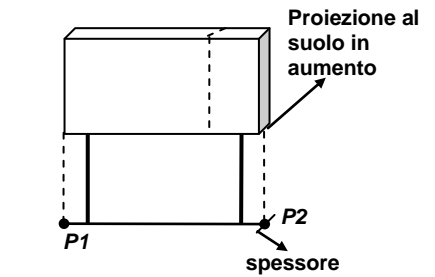

Figura 1a
- aumento di superficie (Figura 1a)